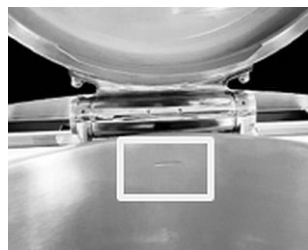

Fig. 11
Ne mettez pas l'appareil en marche avant d'avoir rempli le récipient de cuisson et la cavité d'eau jusqu'au repère MAX (fig. 11).
3. Ouvrez le robinet d'arrivée d'eau correspondant (fig. 12) pour remplir le récipient de cuisson avec de l'eau chaude ou froide jusqu'au niveau souhaité, mais au maximum jusqu'au repère MAX (fig. 11). Tenez compte des volumes des produits à cuire.